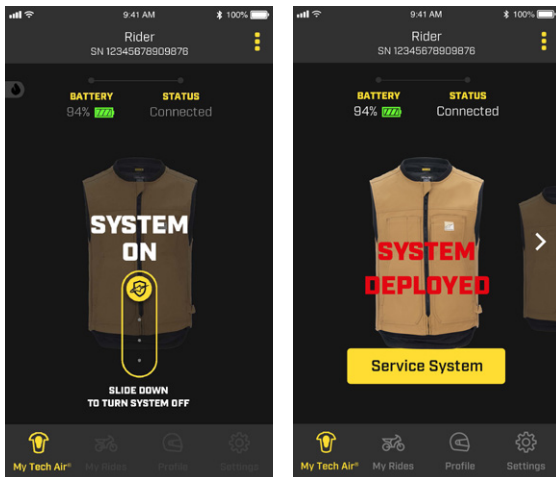

図19
走行中は「SYSTEM ON」モードがアクティブになり、安全上の理由から、ユーザーはアプリの機能のほとんどにアクセスできなくなります。オフロードでの激しいライディング中など、ユーザーがシステムを無効にする必要がある場合、アプリのスライドアイコンを使用してシステムをオフにすることができます (図19)。再アクティブ化するには、アクティベーションジップ (1) を開閉します。
デプロイが完了すると、アプリは図 19 に示すように「SYSTEM DEPLOYED」という文言とともに関連するステータスを表示する。